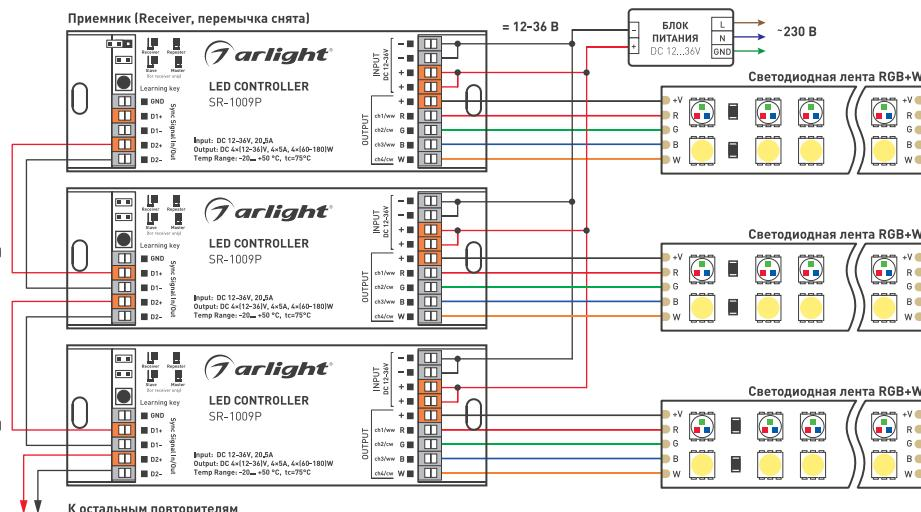

Рисунок 5. Схема подключения при синхронизации по проводам.
- ✓ Схема соединения контроллеров в этом режиме приведена на Рис. 5.